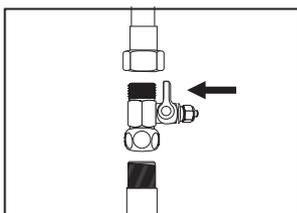

рис. 2.2
- Прикрутите накладную гайку шарового вентиля к водопроводной трубе (рис. 2.2).